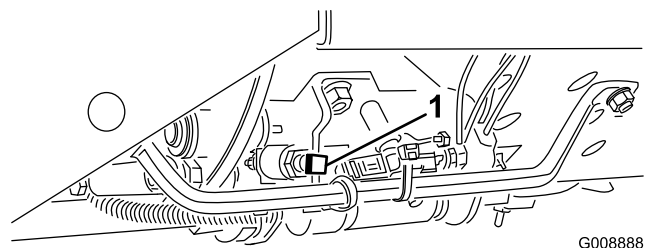

Figura 32
**Importante:** A velocidade de corte vem definida desde a fábrica e é de 9,7 km/h. Pode ser aumentada ou diminuída ajustando o parafuso da velocidade (Figura 32).